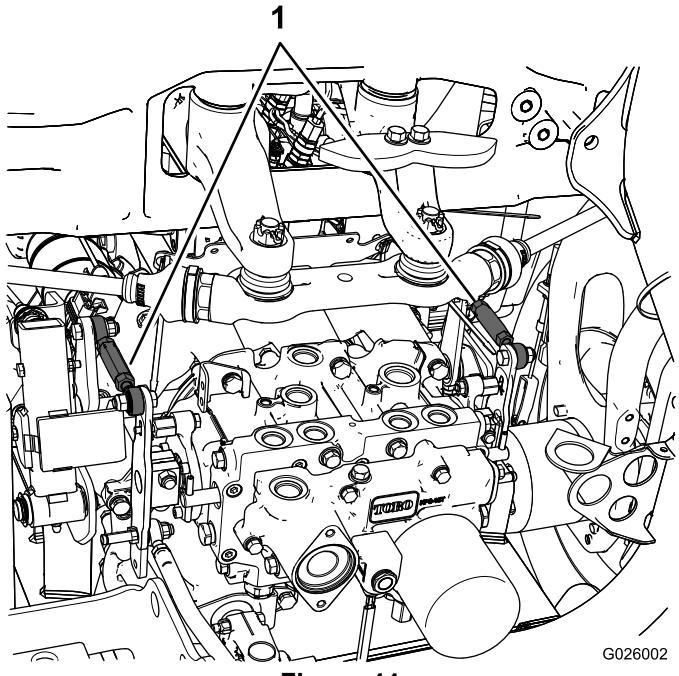

Figura 44
- Si el neumático trasero izquierdo está girando, afloje las contratuerzas de la varilla de control de la transmisión del lado izquierdo (Figura 44).